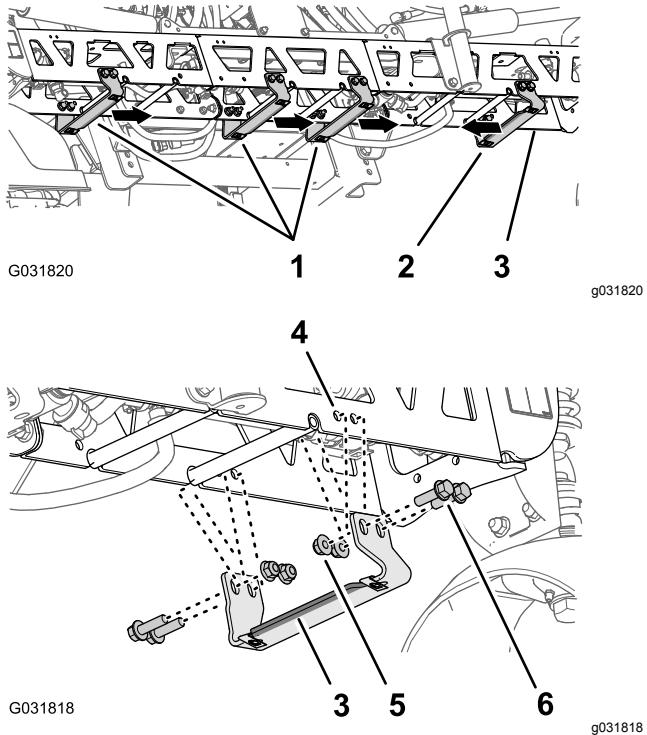

Figura 236
- En la sección de brazo central, localice el par de orificios situado más a la derecha en la cara vertical del tramo de celosía que tienen un espaciado de 25 mm (Figura 236).
- Alinee los orificios de un soporte de sujeción (Pieza Toro Nº 131-3703-03) con los orificios de la sección de brazo central que identificó en el paso 3, con la pestaña ancha del soporte a la izquierda; consulte Figura 236.
- Monte el soporte en el tramo de celosía (Figura 236) con 4 pernos con arandela prensada ($\frac{3}{8}$ " x $1\frac{1}{4}$ " – Pieza Toro Nº 110-5050) y 4 contratuerca con arandela prensada ($\frac{3}{8}$ " – Pieza Toro Nº 104-8301).
- Localice los pares de orificios restantes situados en la cara vertical del tramo de celosía que tienen un espaciado de 25 mm (Figura 236).
- Alinee los orificios en los 3 soportes de sujeción (Pieza Toro Nº 131-3703-03) con los orificios de la sección de brazo central que identificó en el paso 6, con la pestaña ancha del soporte a la derecha (Figura 236).
- Monte los soportes en el tramo de celosía (Figura 236) con 12 pernos con arandela prensada ($\frac{3}{8}$ " x $1\frac{1}{4}$ " – Pieza Toro Nº 110-5050) y 12 contratuerca con arandela prensada ($\frac{3}{8}$ " – Pieza Toro Nº 104-8301).